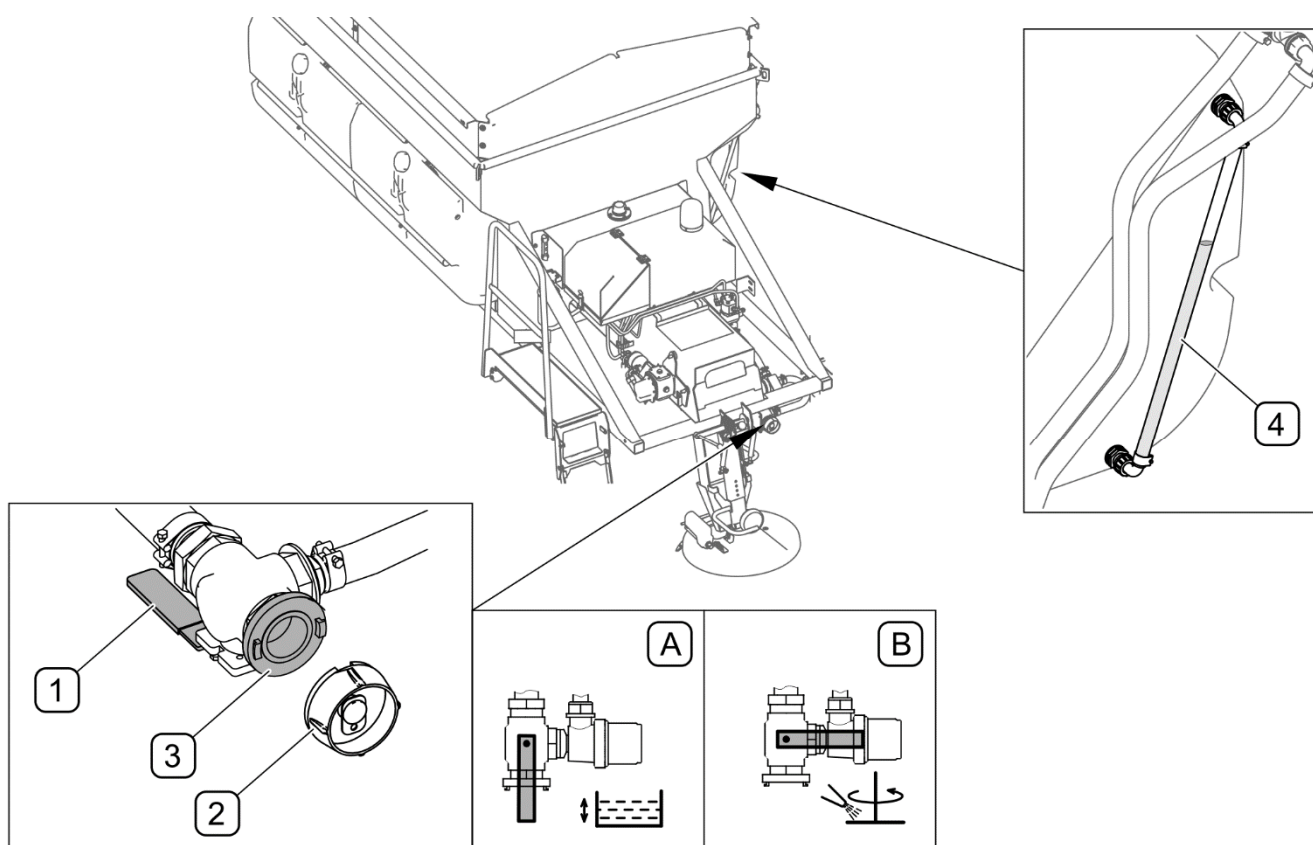

РИСУНОК 4.35 Опорожнение емкостей с соляным раствором
Прежде чем отвинтить заглушку (2), нужно убедиться, что рукоятка клапана (1) находится в положении (B) (РИСУНОК 4.35)